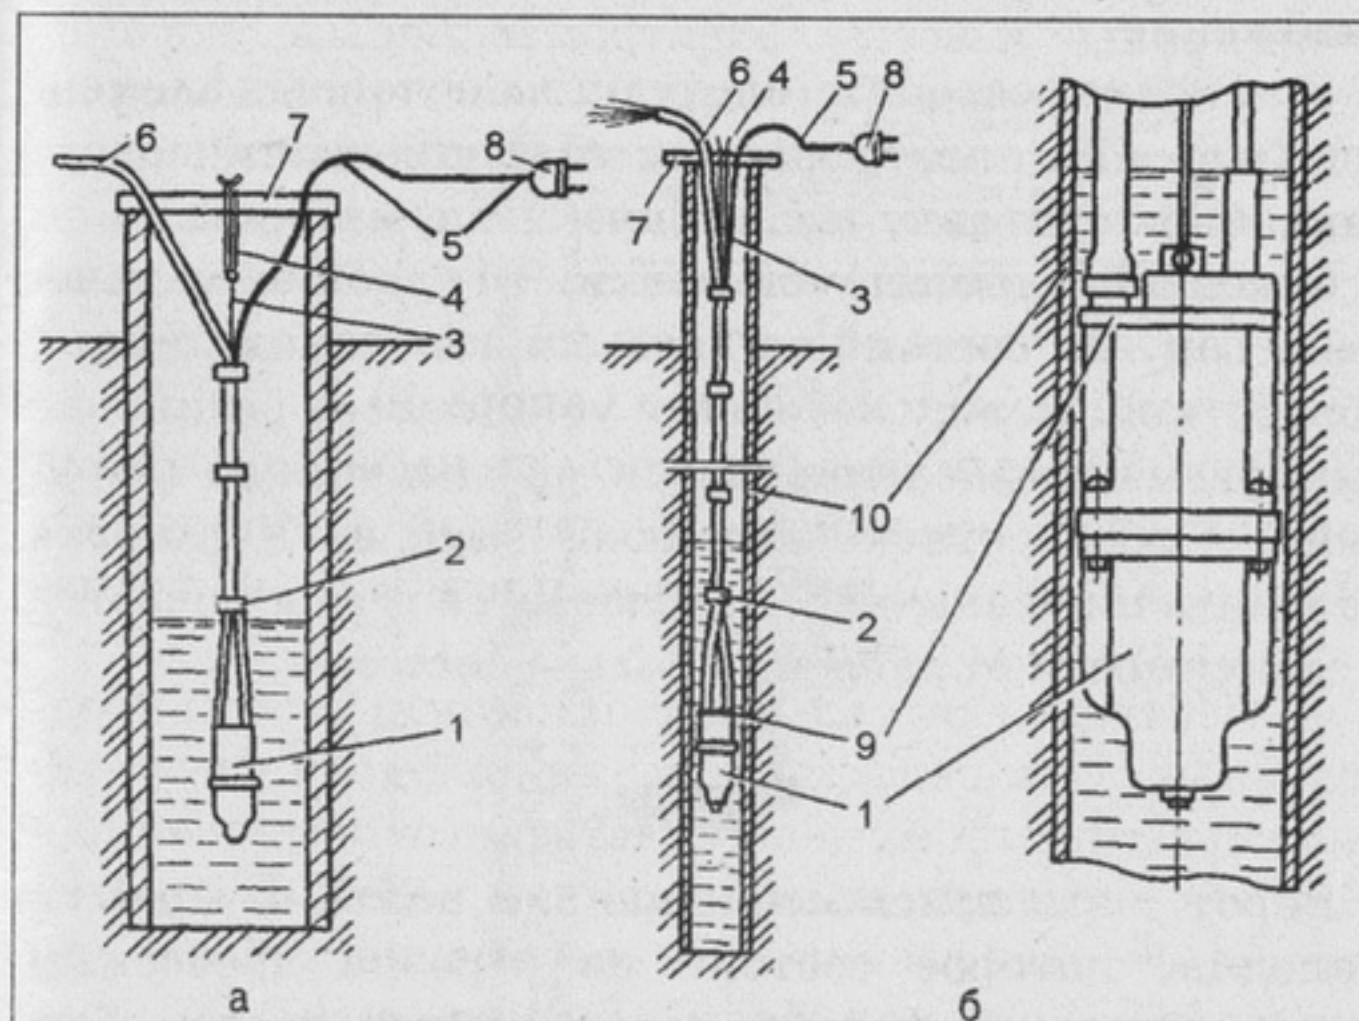

Рис. 40. Установка электронасоса «Малыш»:
• Электромагнитные (вибрационные) насосы предназначены для подъема воды из колодцев и трубчатых скважин при их непосредственном погружении в воду без предварительной заливки водой. Питаются насосы от однофазной сети переменного тока при длительном режиме работы. Пример установки электронасоса «Малыш» показан на рис. 40.